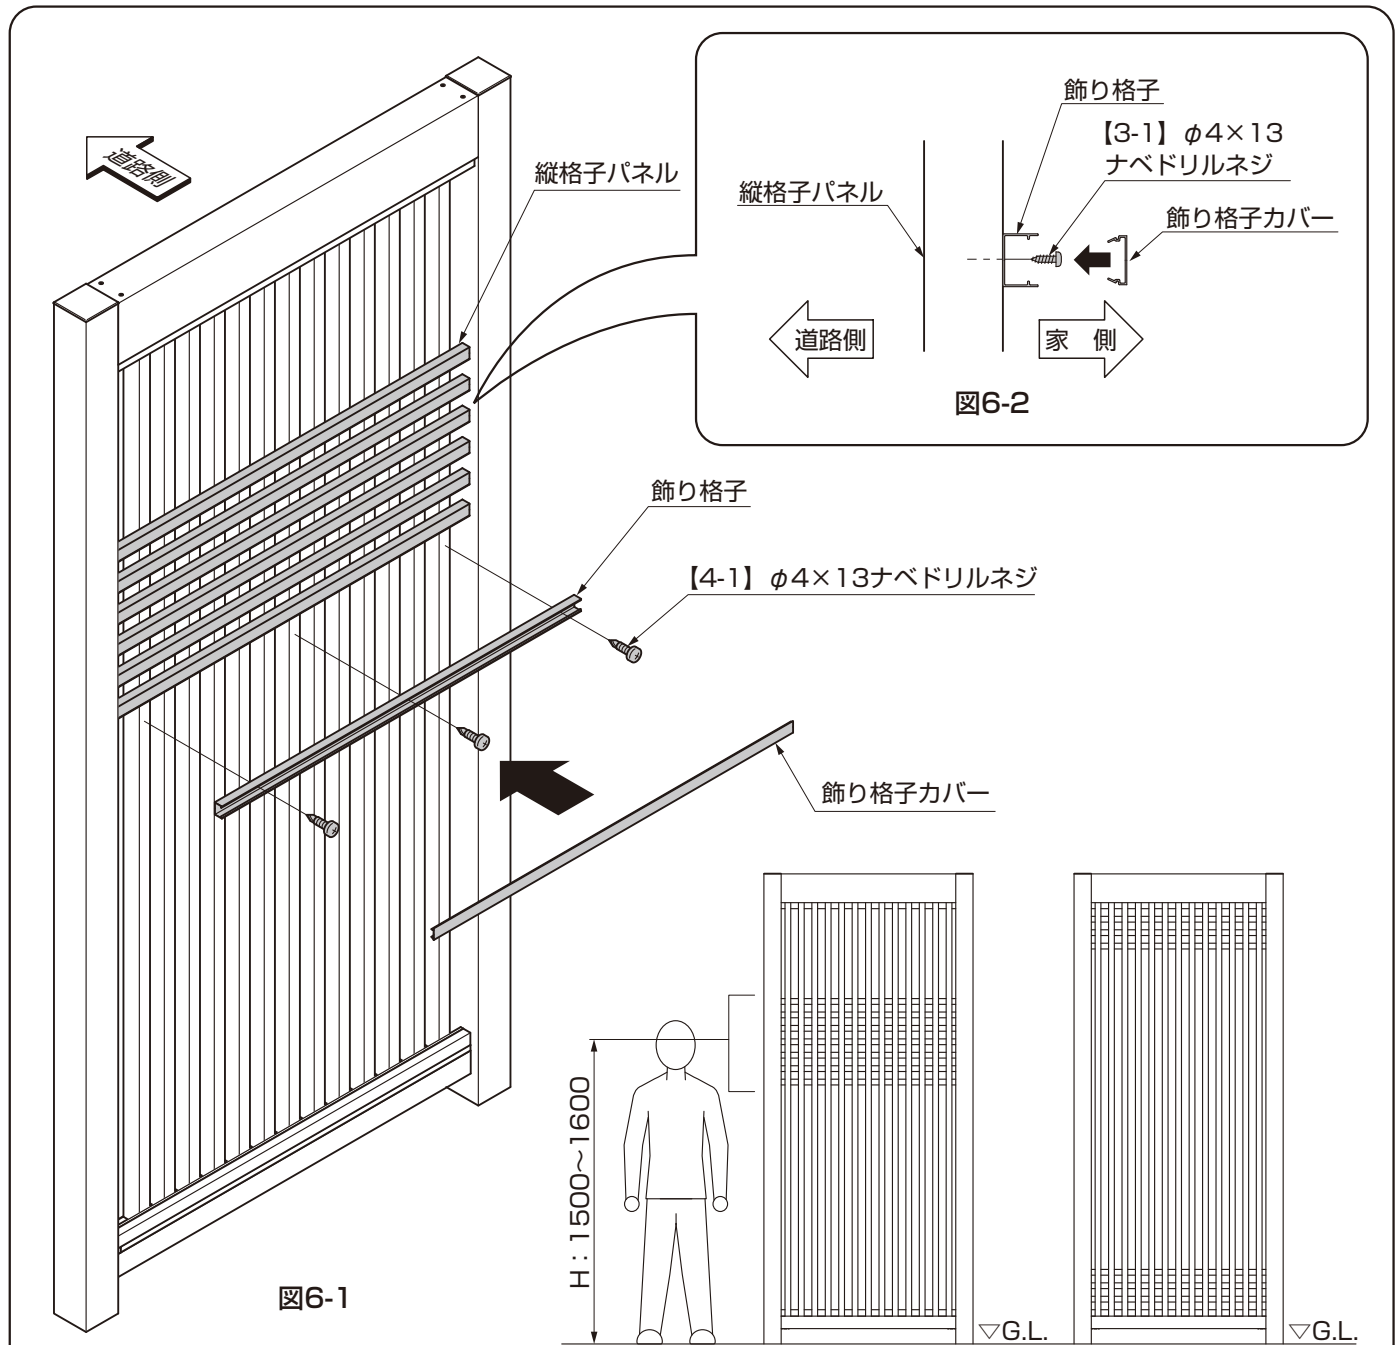

図6-3 飾り格子組付け例
- 目隠し効果を得たい場合はG.Lから1500~1600mmの高さに付けてください。(図6-3参照)